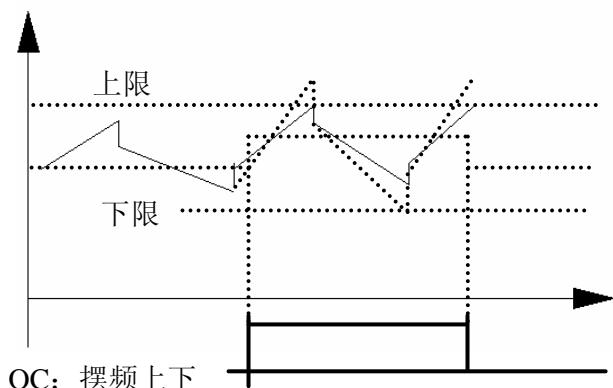

图 6-32 摆频幅度限制
- 16: 摆频上下限限制. 选择摆频功能后若以中心频率计算所得摆频的频率波动范围超过上限频率 F0. 10 或低于下限频率 F0. 11 时，将输出指示信号，如图 6-32 所示。